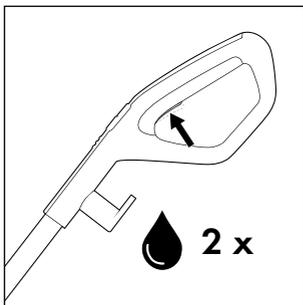
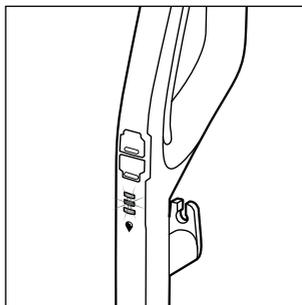

Fig. 14
Fig. 15
- ◆ Prima di ogni uso premere due volte brevemente l'interruttore della soluzione detergente 15 per attivare la funzione di spruzzo continuo e preparare il rullo a spazzola 6 all'uso con soluzione detergente (vedere fig. 14). L'indicazione della soluzione detergente  12 lampeggia alternatamente con luce blu quando la funzione di spruzzo continuo è attivata o si mantiene premuto l'interruttore della soluzione detergente 15 (v. fig. 15).